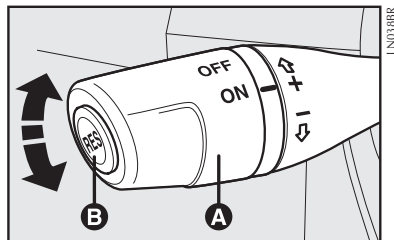

fig. 71
## COMANDOS - fig. 71
O piloto automático é comandado pela alavanca **A**-fig. 71.
1) Apertando o pedal do acelerador e em seguida memorizando a nova velocidade atingida (posicionando a alavanca **A-fig. 71** para cima (+) por pelo menos três segundos);